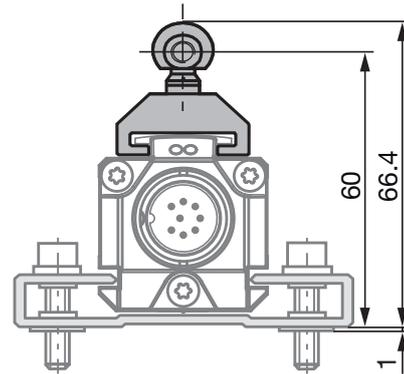
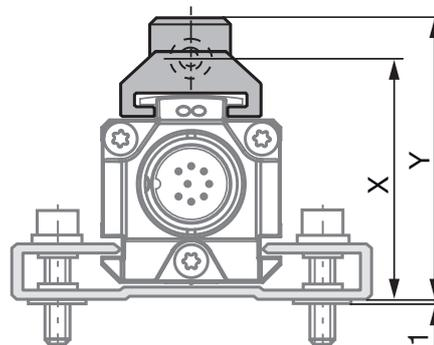
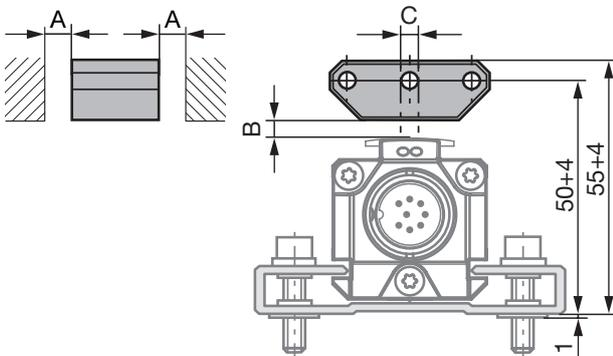
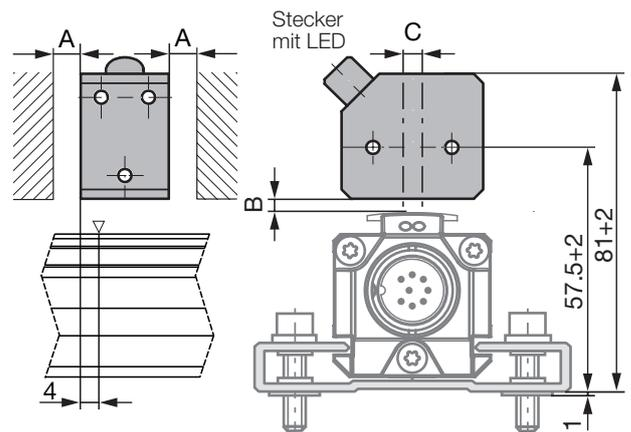

Bild 4-1: Maße und Abstände mit Positionsgewerber BTL5-F-2814-1S
Bild 4-3: Maße und Abstände mit Positionsgewerber BTL5-M/N-2814-1S
Bild 4-4: Maße und Abstände mit Positionsgeber BTL5-P-3800-2
Bild 4-8: Maße und Abstände mit Positionsgeber BTL5-P-4500-1 mit elektrischer Magnetfeld-Erzeugung (24 V/100 mA)
i Das BTL in Profilbauweise eignet sich sowohl für freie, d. h. berührungslos arbeitende Positiongeber (siehe Bild 4-4 bis Bild 4-8) als auch für geführte Positiongeber (siehe Bild 4-1 bis Bild 4-3).
- Der Abstand A zwischen Positionsgeber und Teilen, die aus magnetisierbarem Material bestehen, muss mindestens 10 mm betragen (siehe Bild 4-4 bis Bild 4-8).
- Für den Abstand B zwischen Positionsgeber und BTL und für den Mittenversatz C (siehe Bild 4-4 bis Bild 4-8) sind folgende Werte einzuhalten:
Der Messbereich ist um 4 mm in Richtung des BTL-Steckers versetzt (siehe Bild 4-8).